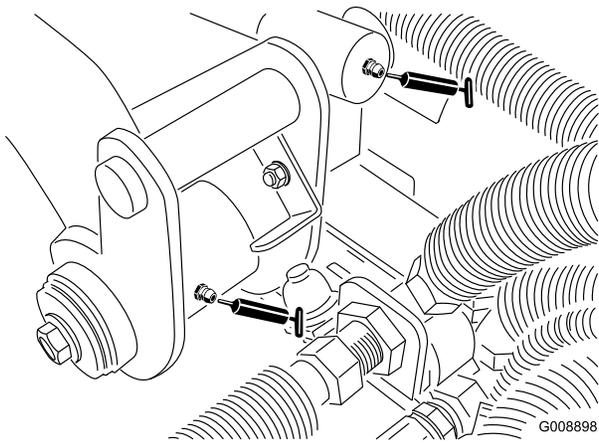

Figura 35
- 2 pivotes de brazo de elevación trasero y cilindro de elevación (Figura 35)